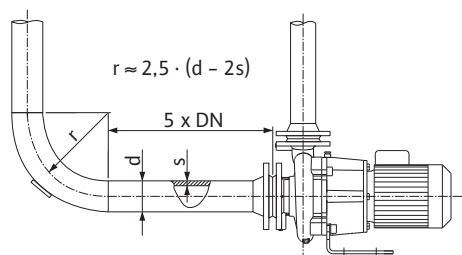
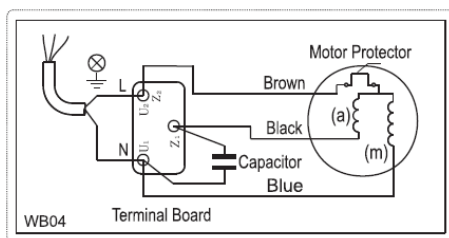

Fig. 4: Insaktningssträcka före och efter pumpen
Fig. 5: Enfasströmslutning
- Nätanslutningen är beroende av motoreffekten P_2 , nätspänningen och tillslagstypen. Nödvändiga byglingar i kopplingsboxen anges i följande tabell samt Fig. 4 och Fig. 5.